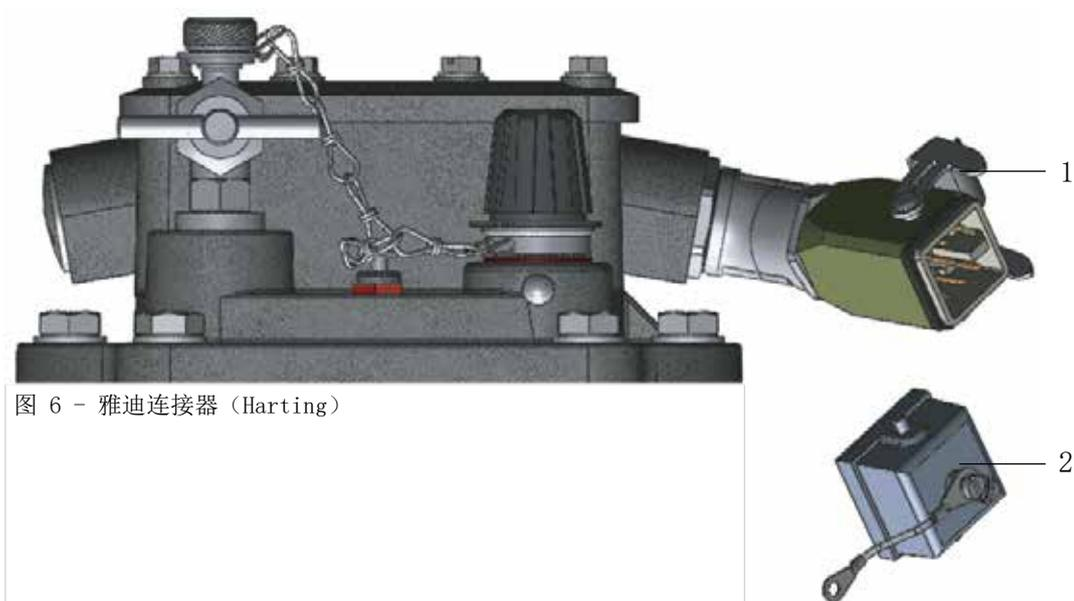

图 6 - 雅迪连接器（Harting）
- 打开保险卡箍(图 6/ 1 号)
- 取下防护盖帽(图 6/ 2 号)
- 连接器用保险卡箍（图 6/ 1 号）锁紧